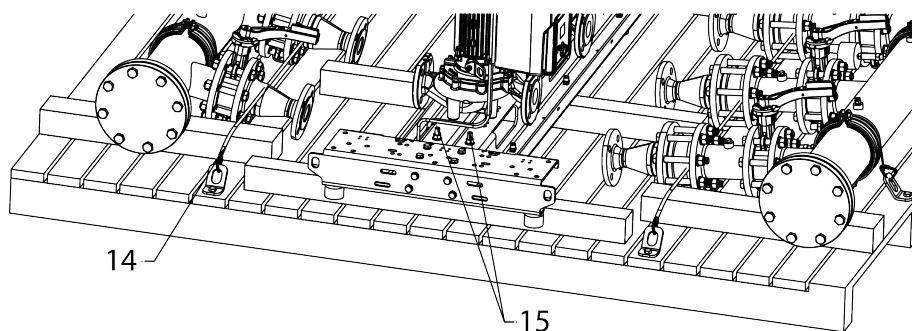

Fig. 4: Protection de transport
Avant de retirer la palette en bois, retirer l'appui (Fig. 4, pos. 14) et les 4 vis de l'installation SiFlux-YG2.0 (Fig. 4, pos. 15).